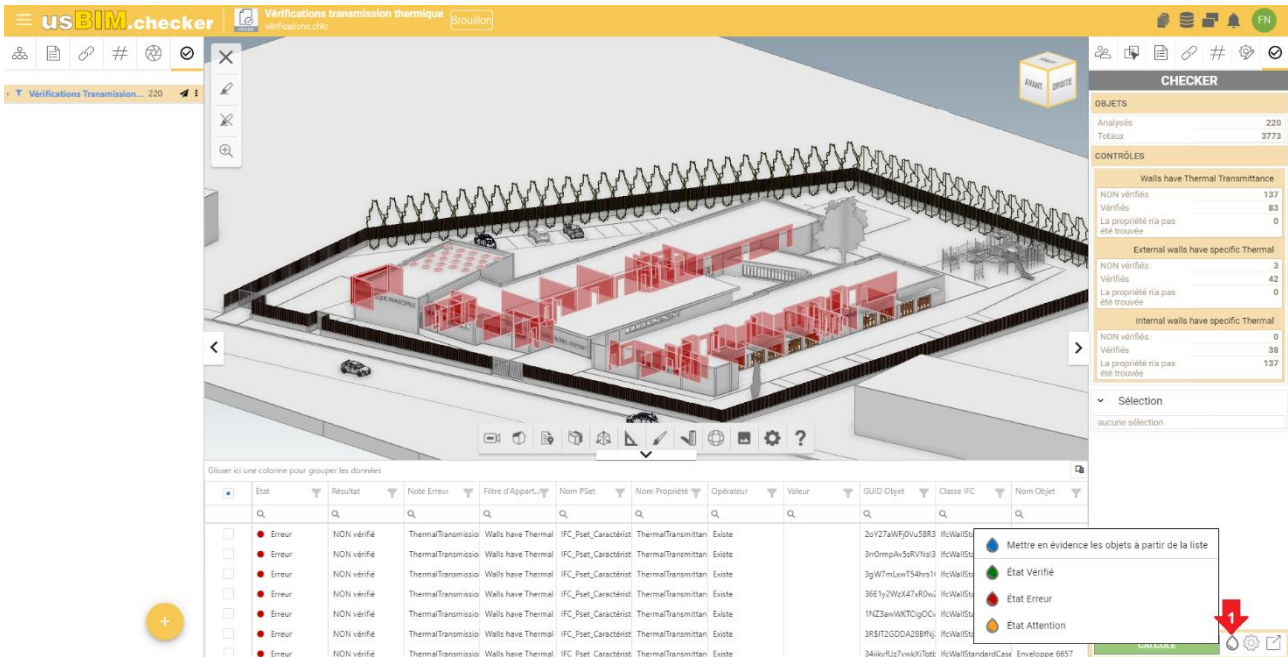

Figure 9. Résultats de la vérification
- En cliquant sur le bouton « Ajouter une ligne » (flèche 1 Figure 9), une nouvelle fenêtre s'ouvrira, dans laquelle il est possible de définir plus en détail le filtre de sélection. Plus précisément, il est possible de filtrer en fonction des attributs (flèche 2 Figure 9) :
En cliquant sur le bouton « Couleurs » (flèche 1 Figure 9), il est possible de sélectionner et d'afficher les objets avec différentes couleurs, en fonction de l'état de la vérification.